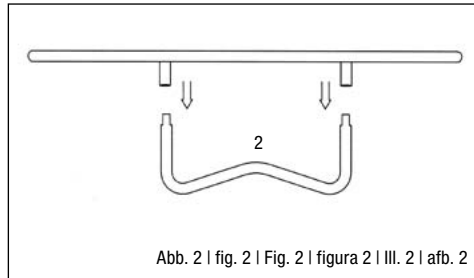

Abb. 2 | fig. 2 | Fig. 2 | figura 2 | III. 2 | afb. 2
Es sind insgesamt sechs Teile aus Stahlrohr (1) vorhanden, um den Rahmen daraus zusammensetzen. Alle Teile mit derselben Teilenummer sind austauschbar und weisen hinsichtlich einer Links- oder Rechtsausrichtung keine Unterschiede auf. Um die Teile zu verbinden, muss lediglich das schlankere Ende eines Rohrstücks in das größere Ende des nächsten Rohrstückes gesteckt werden (Abb. 1). Danach werden die 3 Füße (2) in die Stützen gesteckt. Achten Sie darauf, dass der Klickmechanismus richtig einrastet (Abb. 2).